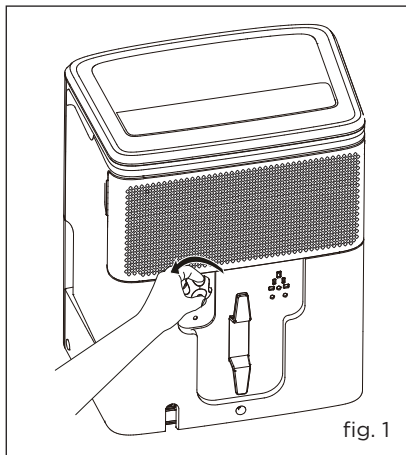

fig. 1
- b. Desatornille la tapa de drenaje en la parte posterior de la unidad. (fig.1)